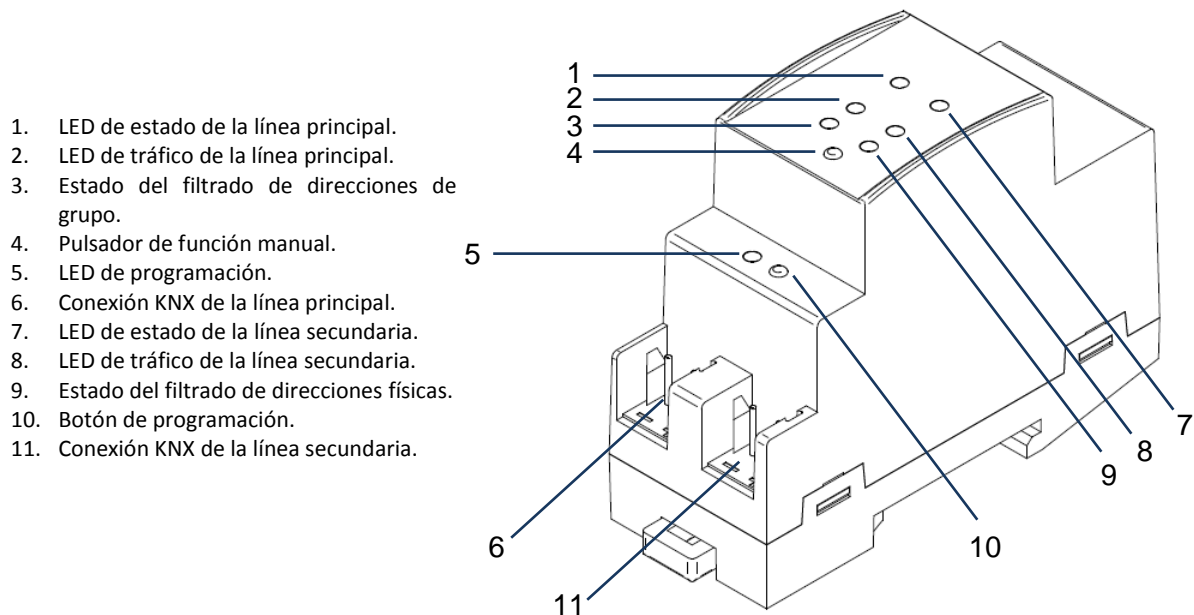

Figura 3 Diagrama de elementos
Tal como muestra la Figura 3, para el acoplamiento de las líneas KNX deberá conectarse cada una de ellas a uno de los dos conectores KNX del dispositivo (6, 11). Una vez conectadas, el acoplador de línea podrá ser debidamente instalado en el carril DIN según el procedimiento habitual.
Para que Linecoupler entre en el **modo de programación**, deberá presionarse el botón de programación (10) mostrado en la Figura 3. Después de una breve pulsación, el LED de programación se iluminará en rojo.
Zennio Linecoupler incorpora un pulsador adicional en la cara superior, junto a los LEDs de estado (ver (4) en la Figura 3). Una pulsación de tres segundos en este botón pondrá al dispositivo en modo manual, activándose por tanto una función manual configurable, lo que provocará que el LED de estado del bus primario adquiera el color naranja o rojo (según si el estado previo del LED era verde o apagado). Dependiendo de la función manual parametrizada, podrían también cambiar de color otros LEDs.